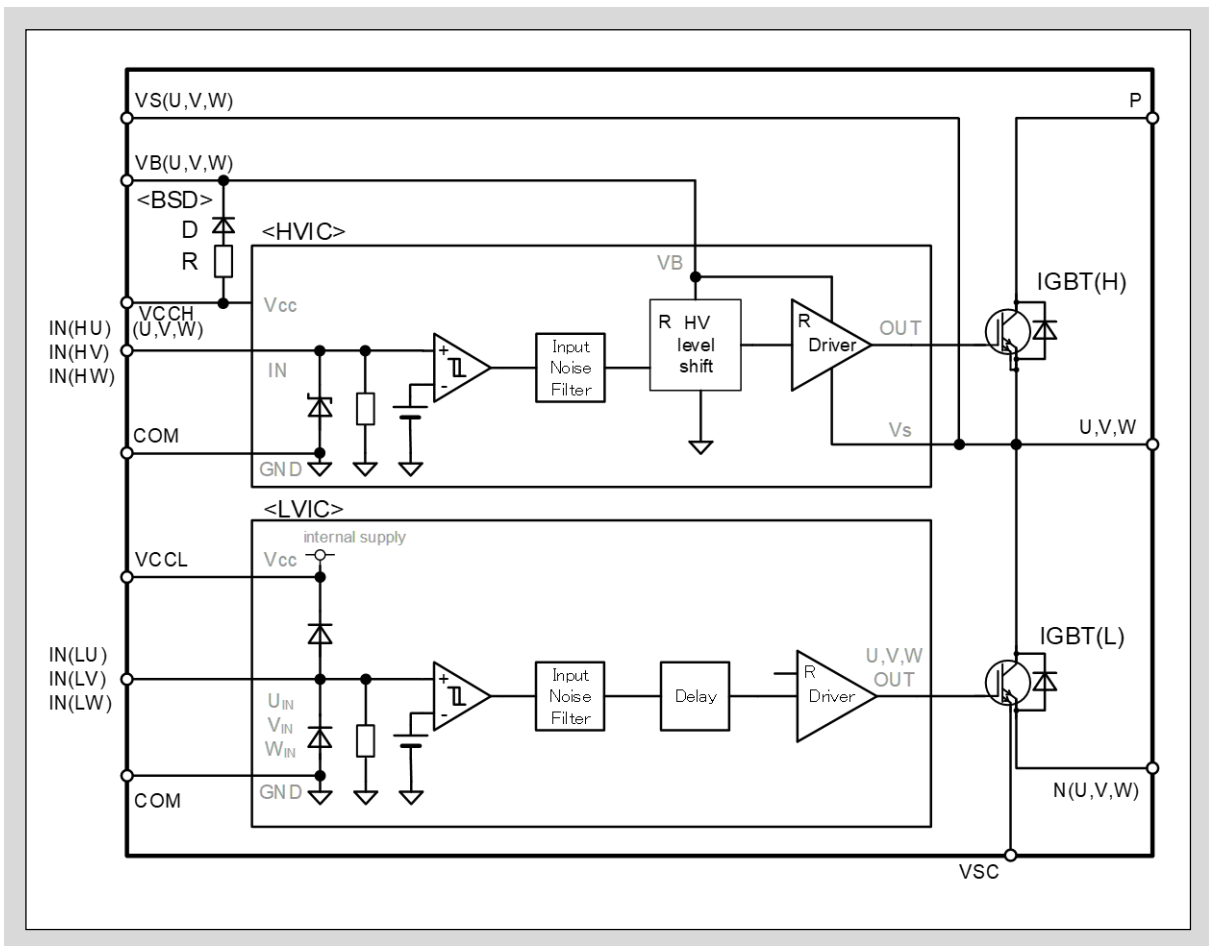

图3-16 输入引脚 IN(HU,HV,HW), IN(LU,LV,LW) 电路
- 本产品的输入引脚为高电平有效。这样，输入信号不受控制电源上电和断电的时序限制，因此可以保证系统的安全。此外，如图3-16 所示，输入引脚内置下拉电阻，因此无需外接下拉电阻，减少了元件数量。再则，输入阈值电压设定较低，可以直接与3.3V 电源的 MPU 连接。
- MPU 和 IPM 的输入引脚之间使用滤波电路时，需要考虑图3-16 中输入引脚的下拉电阻影响，注意输入引脚电压需要在输入阈值电压以上。
- 图3-16 所示 VCCL-IN(HU,HV,HW,LU,LV,LW)，以及 IN(HU,HV,HW,LU,LV,LW)-COM 引脚间在电气上有二极管相连。这些二极管是为了保护 IPM 免受浪涌电压影响而内置的。如果将其作为稳压管使用，可能会导致本产品损坏，因此请不要将其作为稳压管用于电压钳位。